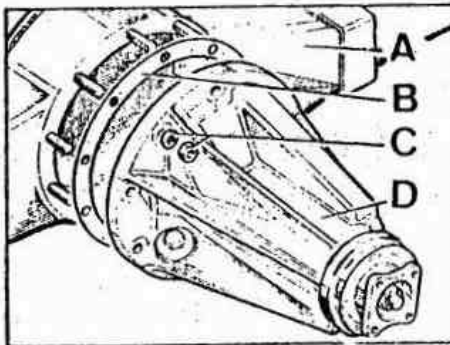

Fig. E -31 Diferencial
## 1.2. Desmontar el conjunto del diferencial (Fig. E -31).
2.1. Cubrir las dos caras de la junta, B (Fig. E -31) con grasa y acoplar esta junta y el porta-diferencial, D, al eje, apretando las tuercas a un par - de 3,25 mkg.